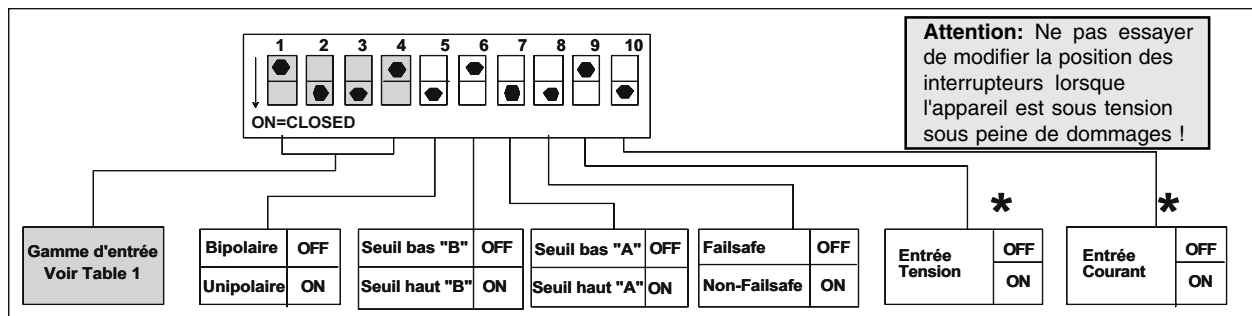

Figure 4: Configuration de défaut du Q108 (SW1)
Pour les autres gammes, se référer à la table 1 et figure 4. Positionnez l'interrupteur SW1 en conséquence.
3. Positionnez l'interrupteur 5 de SW1 sur ON (closed) pour un fonctionnement unipolaire (ex: 0-20 mA) ou OFF (open) pour bipolaire (exemple: -100% de décalage, -20 à 20mA) (voir Figure 4).
4. Positionnez les interrupteurs 6 & 7 de SW1 sur ON pour un seuil haut, ou OFF pour un seuil bas (voir Figure 4).